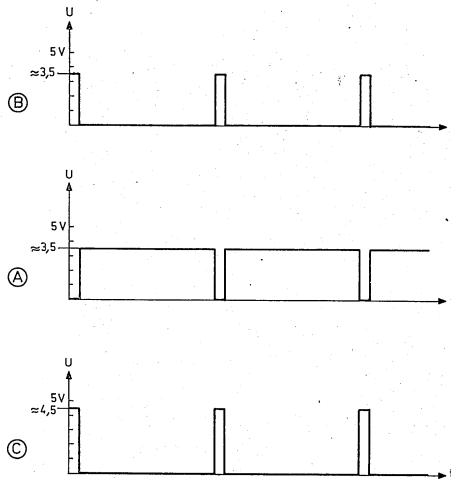

Fig 3. Pulsernas utseende. Bokstavsbezeichnungarna hänvisar till principschemat i fig 2.
I punkt (B) i schemat finner vi pulser som är positiva och har rätt längd, men tyvärr är amplituden för liten (se fig 3). Inverterade pulser tas i stället ur vippan vid (A) och förstärks i pulsformaren, som också inverterar, till rätt amplitud vid punkt (C).